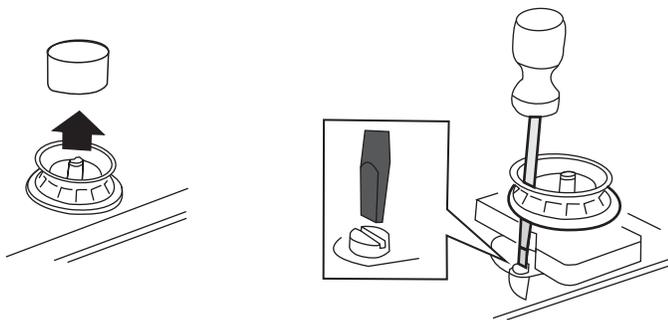

fig.8
B) Regulación de las válvulas (fig. 8):